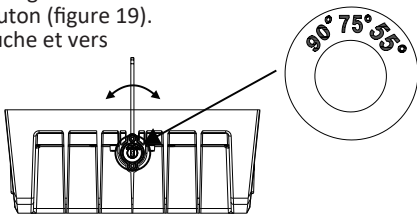

figure 20
- Ajustez la poignée à l'angle désiré en la tournant vers la gauche et vers la droite tel qu'illustré sur le dessin (figure 20).